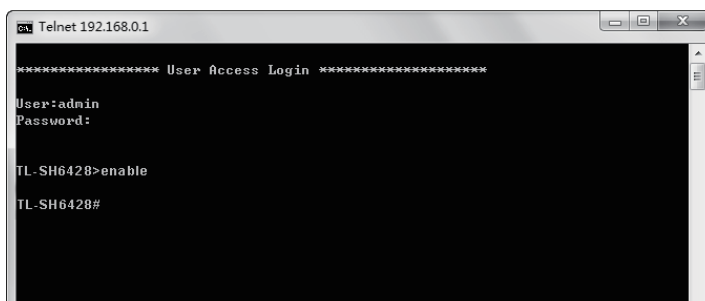

图4-10 进入特权模式
4. 输入enable后回车以进入特权模式，如图4-10所示。